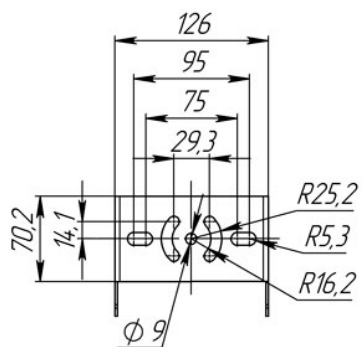

Рис. 5
6.7.5 Просверлить отверстия под монтаж светильника с учетом карты отверстий крепления потолочного (Рис. 5).